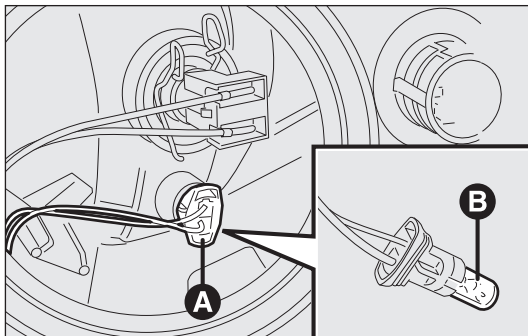

fig. 181
- extraire le groupe de douille A-fig. 181 monté par pression; enlever l'ampoule B et la remplacer;
- remonter le groupe de douille A-fig. 181 par pression;